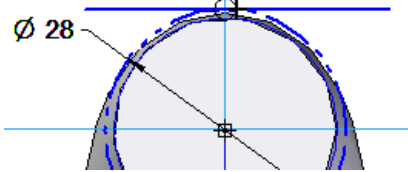

Fig. 8.38
- b) Desenăm o linie orizontală ce este tangentă la cercul desenat, conform fig. 8.38. Dacă este nevoie, se folosesc constrângerile *Horizontal/Vertical*  și *Tangent* .